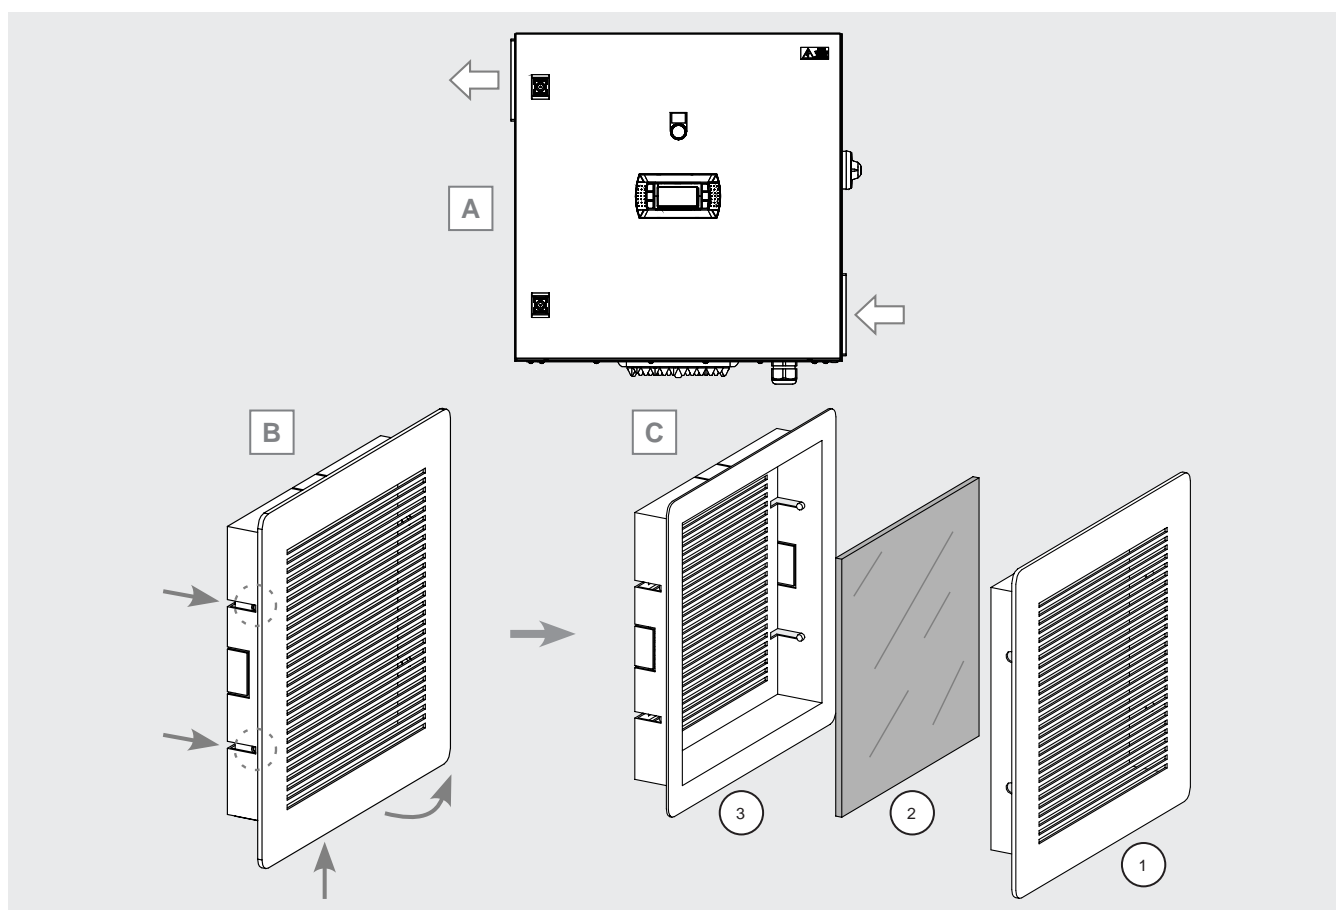

Figure 39
- Localisez le point d'installation des grilles d'air. L'emplacement dépend du type de tableau électrique installé. Consultez la documentation fournie avec le tableau électrique. A titre d'exemple, la grille d'entrée d'air se trouve en bas à droite, la grille de sortie d'air se trouve en haut à gauche. Voir la Figure 39 A.
- Insérez la pointe d'un tournevis à fente dans l'encoche du profil inférieur de la grille (1) et soulevez-la délicatement. Veillez à ne pas endommager les joints. Si nécessaire, faites délicatement levier sur les encoches latérales qui fixent la grille sur le support (3). Voir la Figure 39 B et C.
- Retirez la grille (1) en veillant à ne pas faire tomber les filtres (2) situés à l'arrière. Les filtres peuvent être différents selon le type d'installation. Vérifiez l'état des filtres : remplacez-les si nécessaire. Voir la Figure 39 B et C.
- Remonter la grille (1) et le filtre (2) en veillant à fixer (1) sur les encoches latérales du support (3). Voir la Figure 39 B.